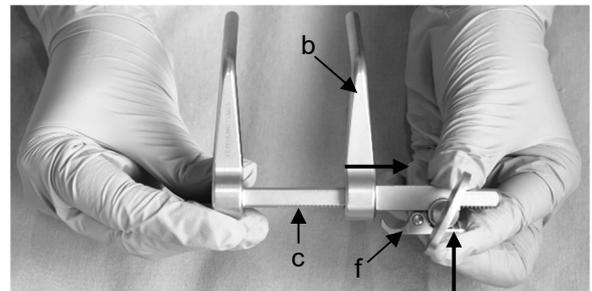

Abb. 7a
4. Um die zweite Distractionsschraube in den Wirbelkörper drehen zu können, wird der CASPAR Distraktor, rechts (LMJ-5) entsprechend vorbereitet. Hierfür wird der bewegliche Spreizerarm (b) des CASPAR Distraktors auf der Zahnstange (c) soweit nach außen transportiert bis dieser sich abnehmen lässt. Währenddessen die Sperre (f) durch Druck in Richtung der Zahnstange (c) lösen (Abb. 7a).